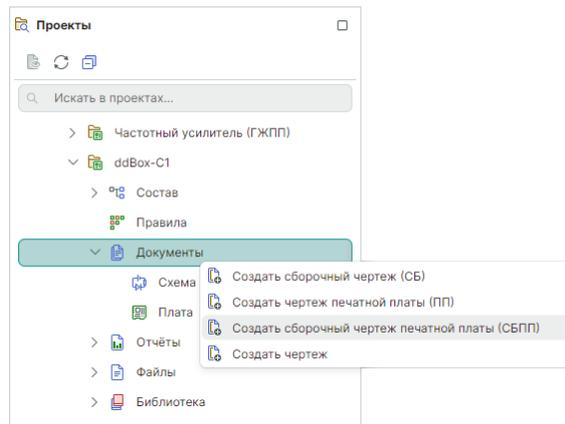

Рис. 73 Переход к созданию сборочного чертежа печатной платы
2. Вызовите контекстное меню и выберите пункт «Создать сборочный чертеж печатной платы (СБПП)», см. Рис. 73.